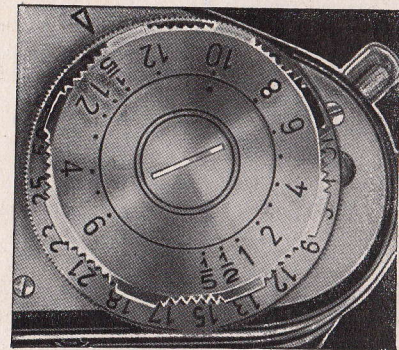

Abb. 12
Am Einstellknopf (17) (Abb. 12) sind längere Belichtungszeiten als  $\frac{1}{25}$  Sek. einstellbar. Sekundenbruchteile (z. B.  $\frac{1}{5}$  Sek.) sind auf diesem Einstellknopf (17) bereits als Bruchzahlen angegeben, während alle vollen Zahlen vollen Sekunden entsprechen (z. B. 1 = 1 Sek., 2 = 2 Sek. usw.). Die schwarzen Zahlen bedeuten, daß der Schlitzverschluss sofort beim Auslösen abläuft und die Belichtung sofort erfolgt. Die roten Zahlen dagegen bedeuten, daß der Verschluss erst etwa 13 Sek. nach dem Auslösen abläuft, so daß man inzwischen die Möglichkeit hat, sich selbst mit in eine Personengruppe einzugliedern (Selbstausröser). Der Lichtbildner, der die Kamera bedient, kann also mit im Bilde erscheinen.